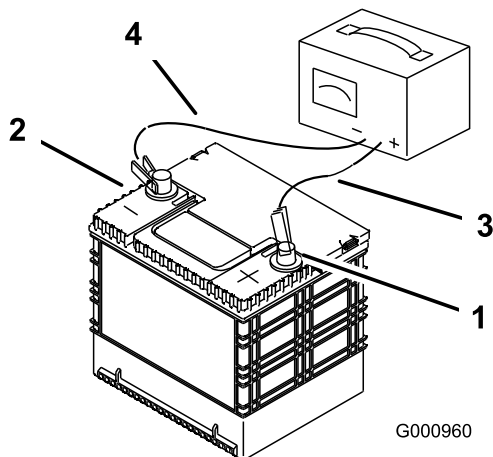

Figure 62
2. Quand la batterie est chargée au maximum, débranchez le chargeur de la prise, puis débranchez les fils du chargeur des bornes de la batterie (Figure 62).